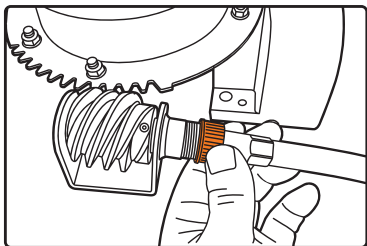

Рис. 9
- Соедините один конец гибкого вала с осью червячной передачи, расположенной у отверстия желоба выброса, зафиксируйте соединительной гайкой (рис. 9)